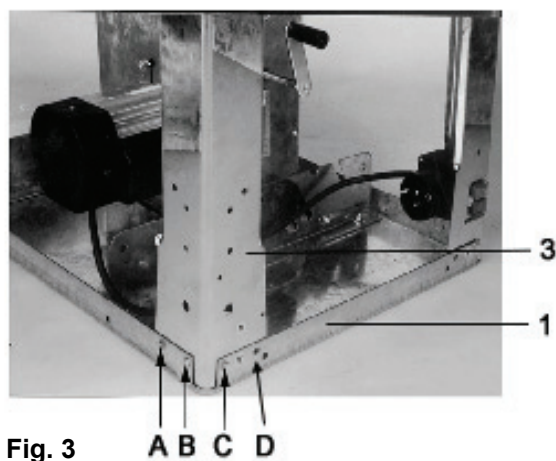

Fig. 3
- Luați patru șuruburi cu capul hexagonal M6x16, patru șaibe M6 și patru piulițe M6 cu care montați componentul 3 pe componentul principal 1. Șuruburile le veți introduce în pozițiile A, B, C și D prezentate în fig. 3. Nu strângeți șuruburile prea tare.